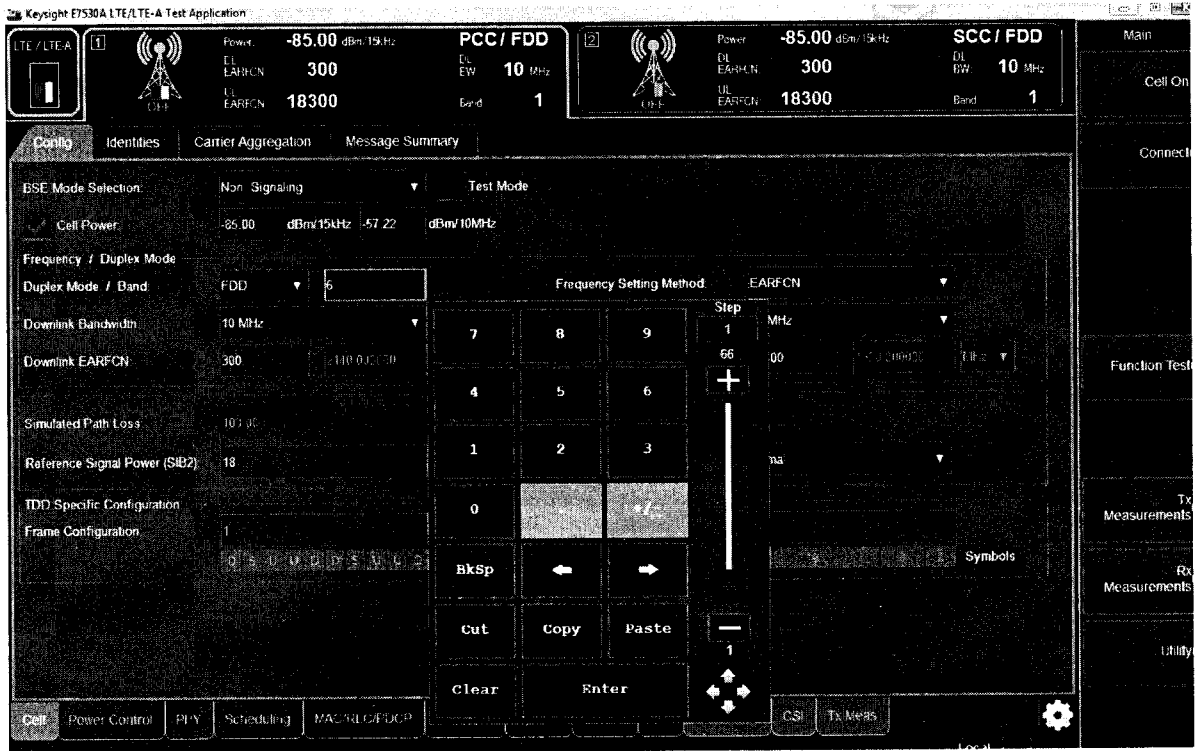

Рисунок 6.
7.4.5 Выбрать частотный диапазон сети LTE, содержащий требуемый для анализа сигнал 0 дБ/мВт, 300 МГц, и в ячейке Band установит диапазон в соответствии с РЭ на установку E7515A (рисунок 6).